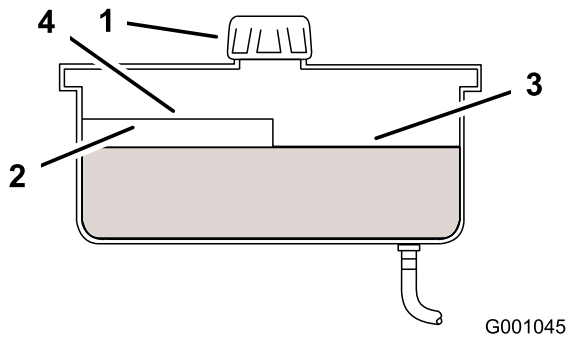

Figure 78
2. Nettoyez la surface autour du goulot de remplissage du réservoir hydraulique (Figure 78).
3. Enlevez le bouchon du goulot de remplissage et vérifiez si le réservoir contient du liquide (Figure 78).
- Remarque:** Lorsque l'huile est chaude, le niveau de liquide doit atteindre le haut du repère « à chaud » sur le déflecteur (Figure 78).